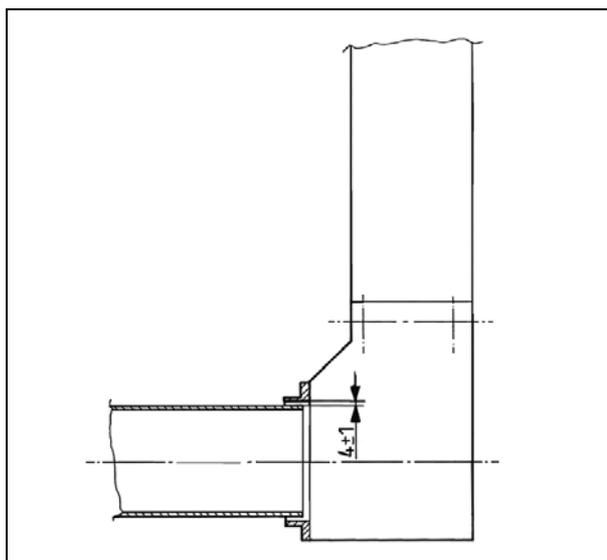

Рисунок 4
- Отрегулируйте желоб элеватора так, чтобы между трубой шнека и входным отверстием элеватора был зазор 4 ± 1 мм (Рис. 4).